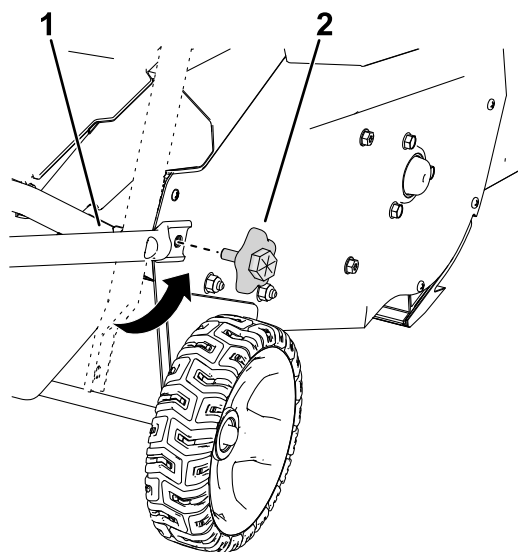

図 6
5. 下部ハンドルを所定の位置に移動し、図 6 のように下部ハンドルノブを取り付ける。